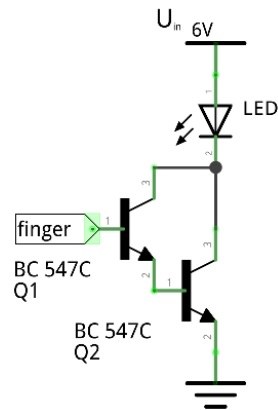

Bild 4.3: Transistorschaltung 02 - Der Bipolar-Transistor als Sensor
- Baue folgende Transistor-Schaltung auf (Abbildung 4.3).